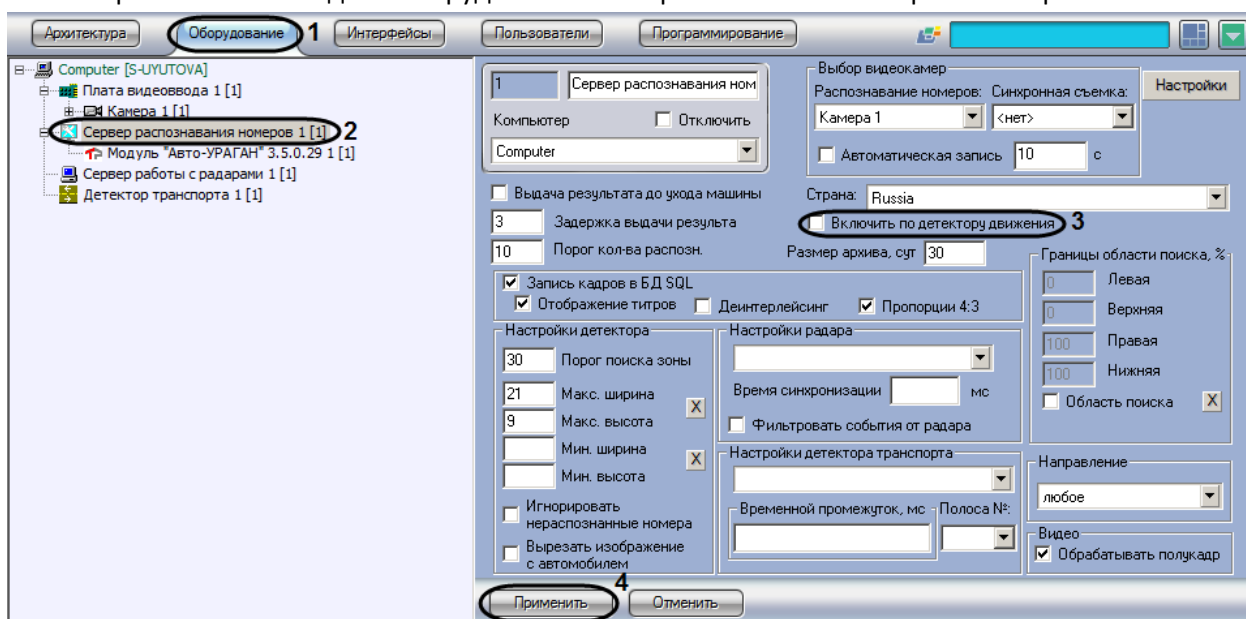

Рис. 7.2—18. Настройка совместной работы Сервера распознавания номеров и детектора движения ПК «Интеллект»
1. В диалоговом окне «Настройка системы» перейти на вкладку «Оборудование» (см. Рис. 7.2—18, 1).
2. В дереве объектов на вкладке «Оборудование» выбрать объект «Сервер распознавания номеров», соответствующий активированному программному модулю «Авто-УРАГАН 3.5.0.29», «CARMEN-паркинг», «CARMEN-Авто», «ACCR» или «VIT» (см. раздел «Активация программного модуля, используемого для распознавания номеров», Рис. 7.2—18, 2). В правой части вкладки «Оборудование» отобразится панель настройки выбранного объекта
3. Установить флажок «Включить по детектору движения» для активации функции совместной работы Сервера распознавания номеров и детектора движения ПК «Интеллект» (см. Рис. 7.2—18, 3).
4. Нажать кнопку «Применить» (см. Рис. 7.2—18, 4).